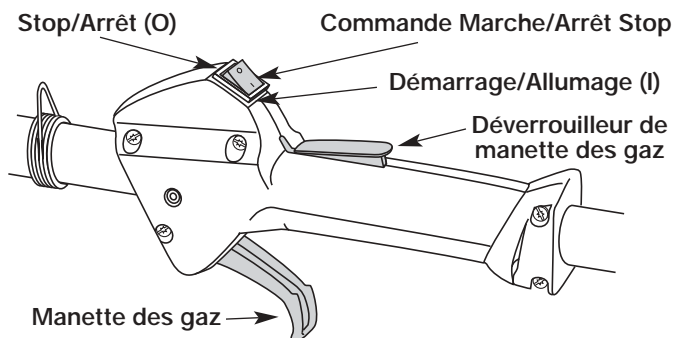

Fig. 16
2. Mettez la commande Marche/Arrêt Stop en position **MARCHE (I)** (Fig. 16).
2. Mettez la commande Marche/Arrêt Stop en position **ARRÊT (O)** (Fig. 16).